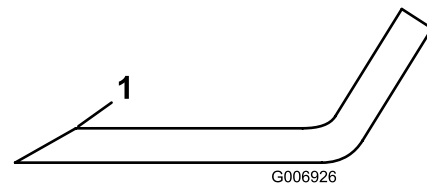

Figure 74
- Examinez les tranchants de toutes les lames. S'ils sont émoussés ou ébréchés, affûtez uniquement le haut du tranchant et conservez l'angle de coupe d'origine pour obtenir une coupe nette (Figure 74).